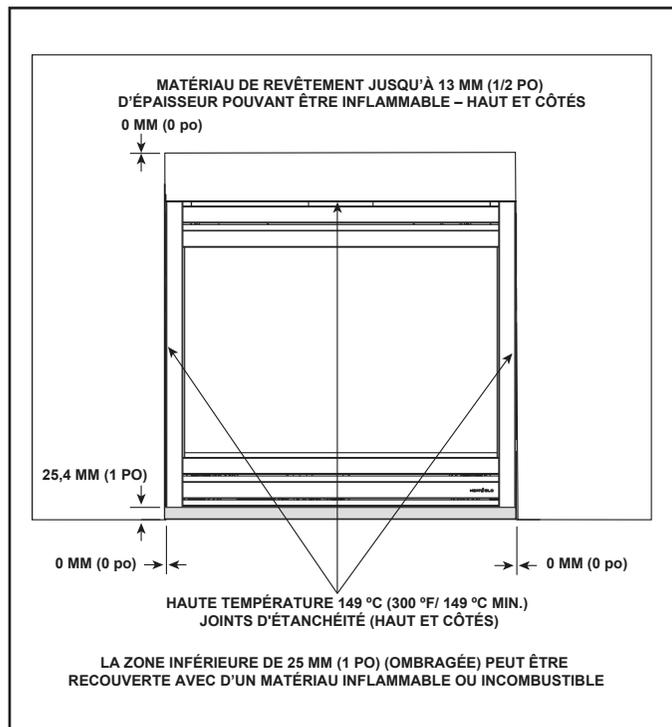

Figure 10.1 Matériaux de revêtement
- Pour les joints d'étanchéité entre le mur fini et les faces du dessus et des côtés de l'appareil, utilisez un produit d'étanchéité prévu pour une température de 150 °C (300 °F). Consultez les figures 10.1 et 10.2.